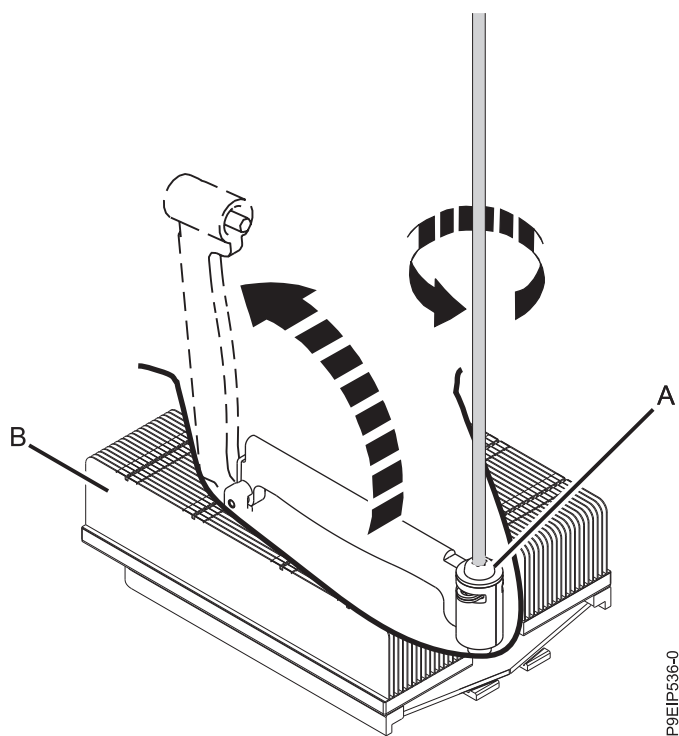

Figure 55. Desserrage de la vis du bras de chargement du dissipateur thermique
4. Desserrez la vis du bras de chargement **(A)** du dissipateur thermique du processeur système **(B)** que vous retirez à l'aide d'un tournevis Phillips n°3. Le bras de chargement pivote vers le haut, dans la direction indiquée dans la figure 55, à la page 58.